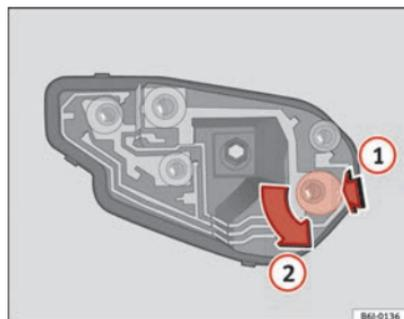

Fig. 168 Remplacement des ampoules des feux arrière
- Une fois le support d'ampoules retiré, appuyez vers le bas dans le sens de la flèche (1) et tournez simultanément dans le sens de la flèche (2) ⇒ fig. 168.